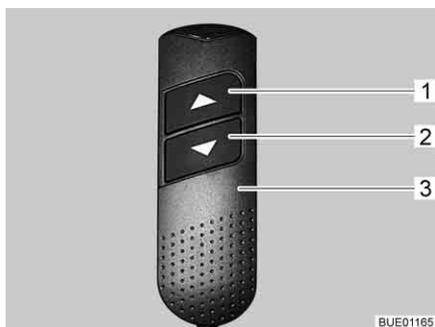

Fig. 92 Commande manuelle
- Sur la commande manuelle (Fig. 92,3), appuyer sur la touche "▼" (Fig. 92,2) et la maintenir pressée. Le pied rentre. Les têtes se relèvent.
- Sur la commande manuelle (Fig. 92,3), appuyer sur la touche "▲" (Fig. 92,1) et la maintenir pressée. Le pied sort. Les têtes s'abaissent.
- Sur la commande manuelle (Fig. 92,3), appuyer sur la touche "▼" (Fig. 92,2) ou sur la touche "▲" (Fig. 92,1) jusqu'à ce que la position désirée soit atteinte.